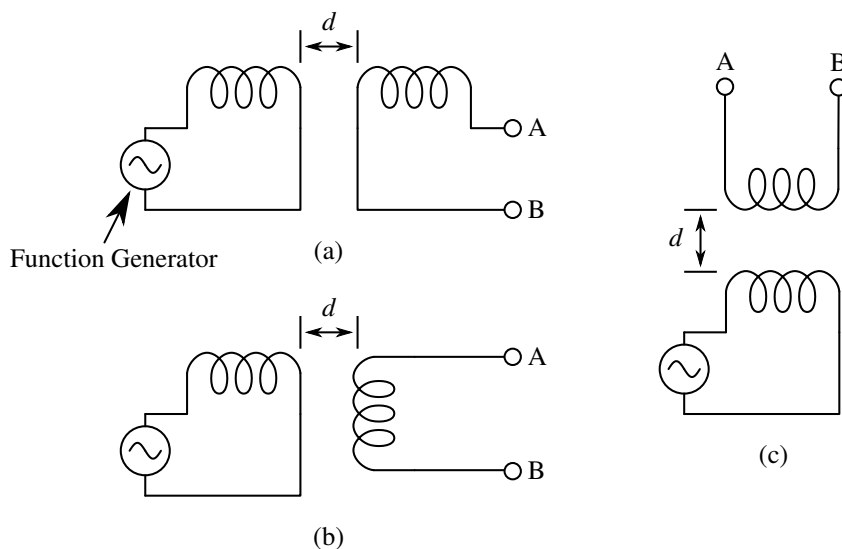

図 3-4 コイルによる信号変化の確認実験回路
2. 図 3-4 をもとに、基板上に順次 (a)~(c) の回路を組み立てる。